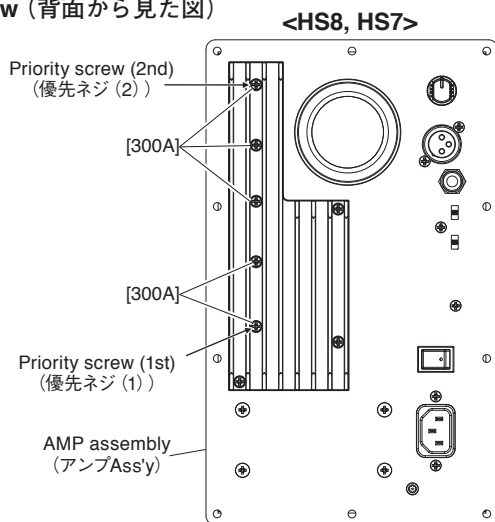

Fig. 5-1 (図5-1)
Remove the five (5) screws marked [300A]. The AMP circuit board can then be removed together with the heatsink 8B. (Fig. 5-1)
- \* **When installing the AMP circuit board with the heatsink 8B, first tighten the two (2) priority screws in order as shown in Fig. 5-1.**
[300A] のネジ 5 本を外し、ヒートシンク 8B と共に AMP シートを取り外します。(図 5-1)
- ※ ヒートシンク 8B 付き AMP シートを取り付けるときには、優先ネジ 2 本を図に示す順で先に締めてください。(図 5-1)